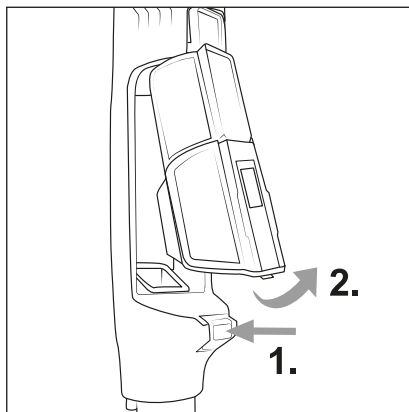

Abb. 14
- Leeren Sie den Staubbehälter (7) und reinigen Sie den Edelstahlfilter (6) und den HEPA-Filter (4) regelmäßig, um einen ordnungsgemäßen Betrieb des Gerätes zu gewährleisten und Ausfälle zu vermeiden.
- 1) Um den Staubbehälter (7) und den HEPA-Filterbehälter (5) vom Gerät zu entfernen, drücken Sie die Staubbehälter-Entriegelungstaste (25). Nehmen Sie zuerst den Staubbehälter (7) und dann den HEPA-Filterbehälter (5) aus dem Gerät (siehe Abb. 14).